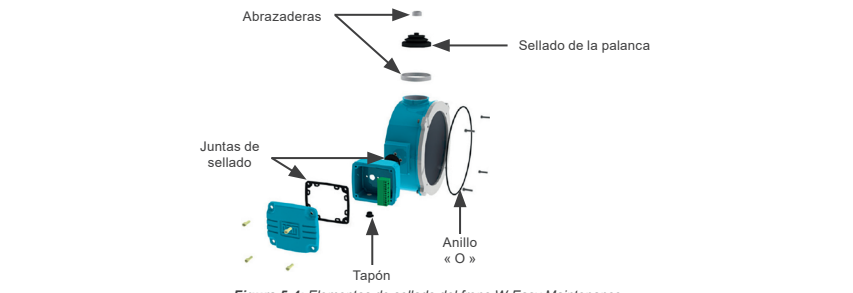

Figura 5.4: Elementos de sellado del freno W-Easy Maintenance
- Tras el ajuste, apretar los tornillos (pos. 7) de acuerdo con el par especificado (Tabla 5.1).
Notas: (1) Inspeccionar los elementos de sellado, por ejemplo, juntas de goma, que deben ser cambiados siempre que presenten desgaste o estén dañados. (2) Para freno W-Easy Maintenance, los elementos de sellado están indicados en la Figura 5.4.
9. Para motores suministrados con palanca de desbloqueo manual, recolocar la palanca y su sellado (el cual debe ser fijado a través de abrazaderas – ver Figura 5.4).